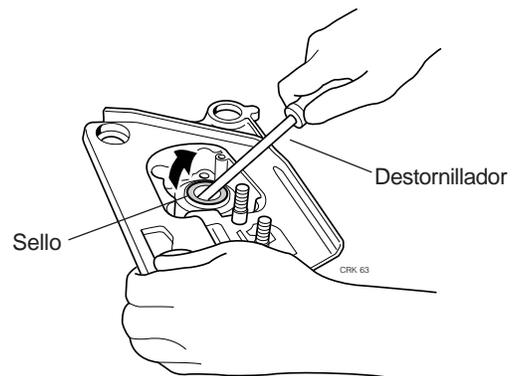

Figura 8.11 Extracción del sello
Paso 1. Con un destornillador o un gancho extractor de sellos, haga palanca sobre las mitades del cárter. (Figura 8.11)